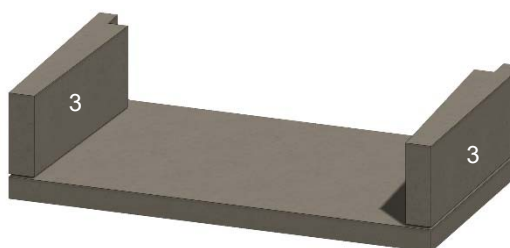

Figura 9. Paredes laterales inferiores
C. Instale las paredes laterales inferiores (3), asegurándose de que estén niveladas y a escuadra. Véase la figura 9.